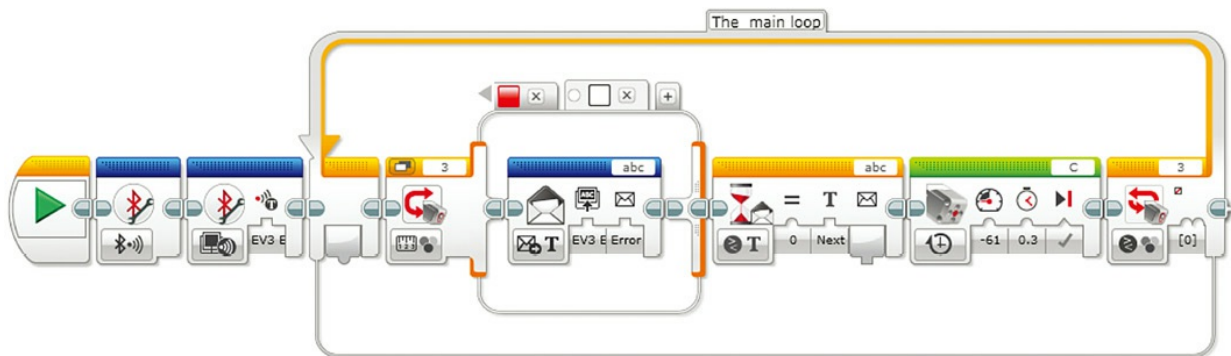

图11.43 在画布上的这个程序可以通过蓝牙信息传递的方式发送结果，并在收到另一个机器人发送的“回复”之后，再开始进行检测
5. 如果你已经对循环模块中的条件标签部分进行了编写，那么添加一个等待模块即可。将等待模块的模式调整为“消息传递——比较——文本”，然后将符号调整为相等（如图11.43所示）。